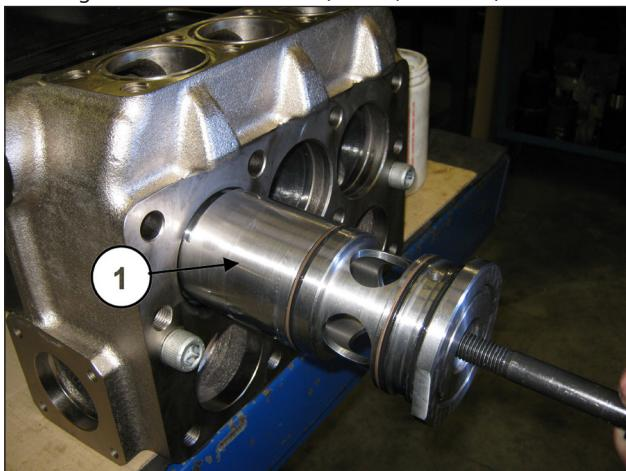

Abb. 109
Entfernen Sie die Dichtungsbuchsen aus dem Kopf mithilfe eines Abziehers mit Schlagwerk (Art.27929400) an der Bohrung M16 am Buchsenende (Pos. ①, Abb. 109).